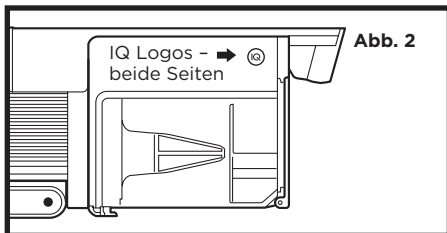

Abb. 2
2. Suchen Sie die Sensoren im Inneren der Düse des Handstaubsaugers. Die Sensoren befinden sich an den Innenwänden der Düse, etwa 8 cm unterhalb des Luftstroms, ausgerichtet auf die IQ-Logos (Abb. 2) an der Außenseite.